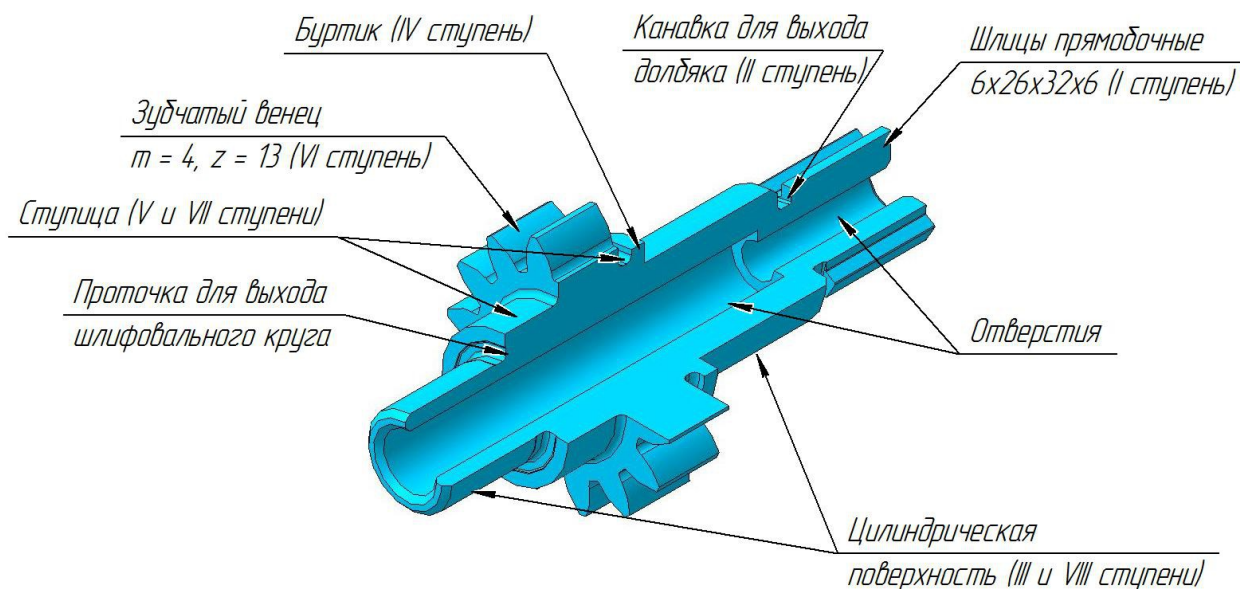

Рис. 2.9. Модель детали «Вал-шестерня»
- ➔ В окне выберите канавку для шлифования по цилиндру и торцу соответствующего вала положения (рис. 2.9). Измените буквенное обозначение выносного элемента и нажмите кнопки *Применить ОК*  (на изображении вала появится только обозначение выносного элемента.)